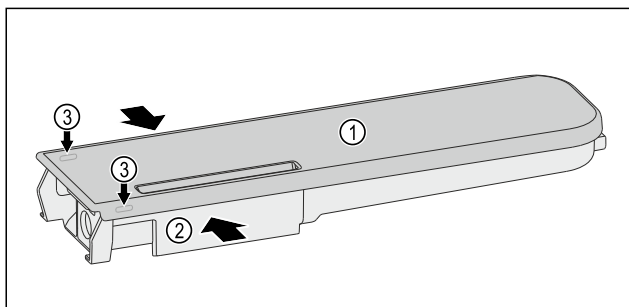

Fig. 209
- ▶ Presser le réservoir d'eau Fig. 209 (2) et faire levier pour lever précautionneusement le couvercle Fig. 209 (1) par les ergots Fig. 209 (3).
- ▶ Faire légèrement bouger le couvercle Fig. 209 (1) de l'avant vers l'arrière puis le retirer par le haut.